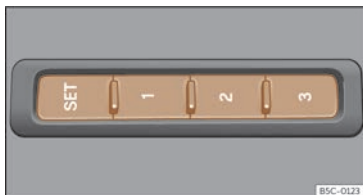

Fig. 112 No lateral exterior do asento do condutor:teclas de memoria.
• Prema a tecla **SET** por máis de 1 segundo »» **fig. 112**.